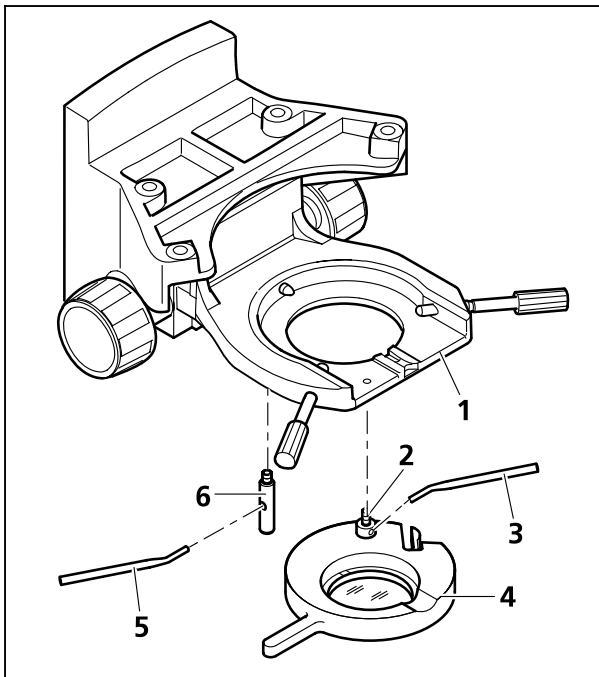

Bild 3-26 **Polarisator D montieren**
- Polarisator oder Filterhalter (Bild 3-26/4) parallel zur Unterseite des Kondensorträgers (Bild 3-26/1) halten und Haltebolzen (Bild 3-26/2) des Polarisators (Bild 3-26/4) mit abgewinkelterm Justierhebel (Bild 3-26/3) in vordere Gewindebohrung links unterhalb des Kondensorträgers bis zum Anschlag einschrauben.
- Rastbolzen (Bild 3-26/6) mit Justierhebel (Bild 3-26/5) bis zum Anschlag in hintere Gewindebohrung des Kondensorträgers einschrauben.